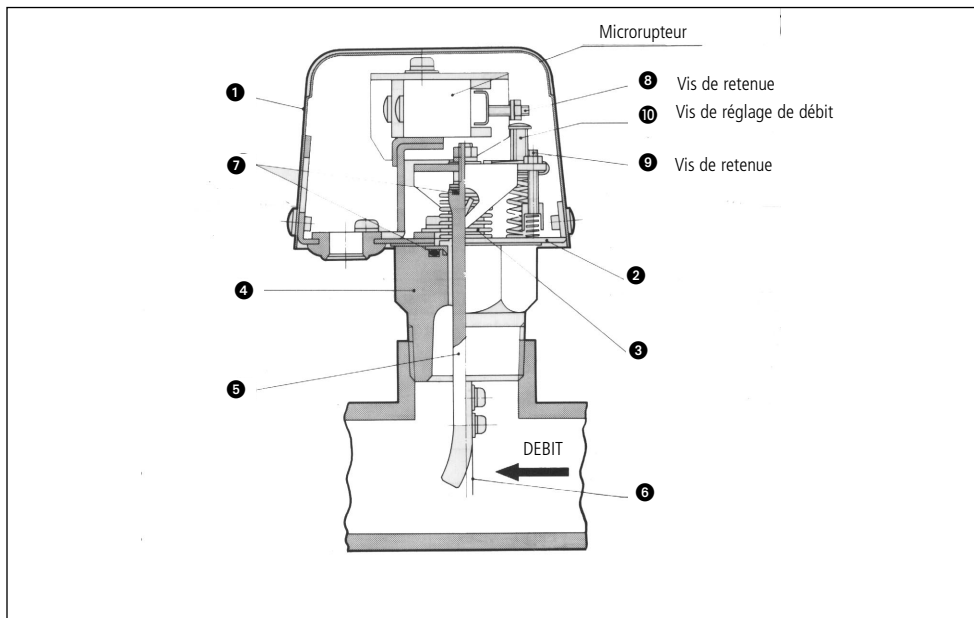

Fig. 2
### Construction (Fig. 2)
Faites pivoter la vis de réglage du débit (10) (Fig. 2) dans le sens des aiguilles d'une montre pour augmenter le débit.
Ne modifiez pas le réglage d'usine des vis no. 8 et 9 visibles dans la vue en coupe (fig 2).